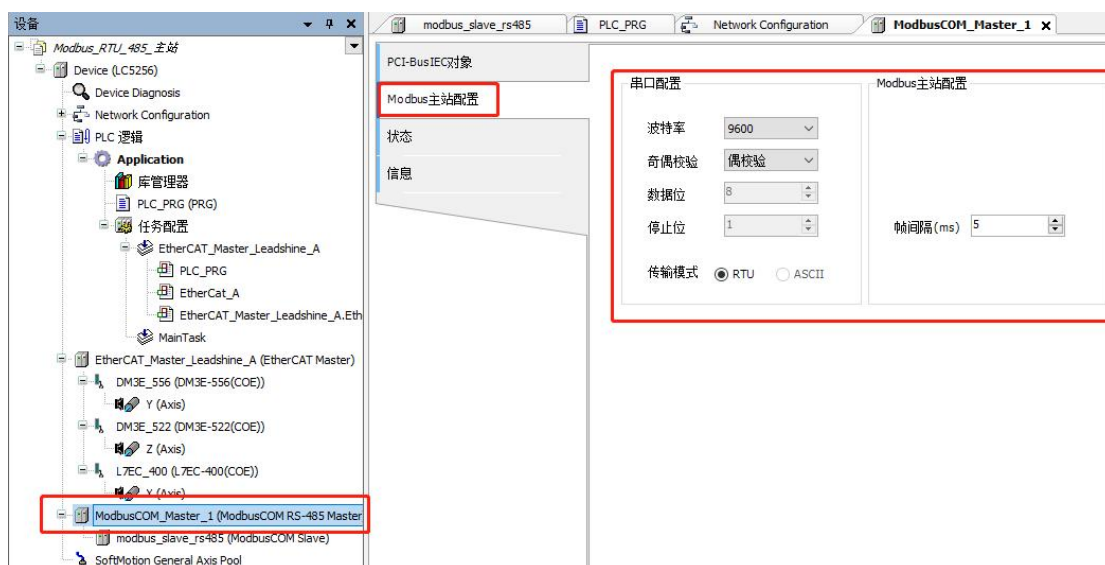

图 12.25 Modbus 主站配置
① LC5256 PLC 主站与从站设备通讯配置,如图 12.25 至图 12.28 所示。